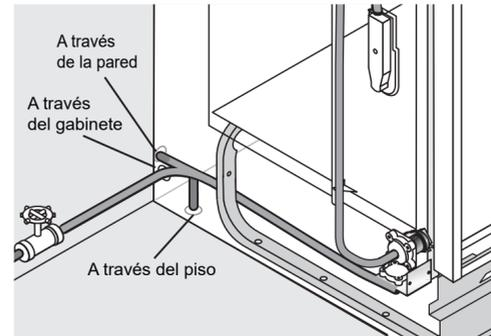

Figura 13
- Encamine la línea de agua hasta la válvula de entrada de agua tal y como se ilustra en la figura 13.
- Si la válvula de entrada de agua se obstruye, cierre el suministro de agua. Si utiliza una válvula NPT de 3/8", retire los cuatro (4) tornillos del extremo de la entrada de la válvula y limpie la malla del filtro. Se utiliza un acople roscado para manguera de 3/4", simplemente limpie la malla del filtro.